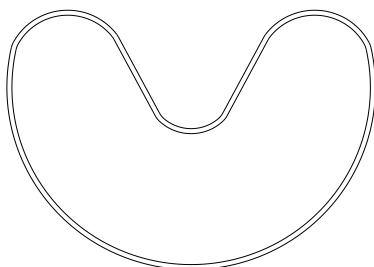

Bild 16: Montage von Dichtung und Abstreifer
- Setzen Sie neue Dichtungen (Bauteil 1.3 und 1.5) und Abstreifer (Bauteil 1.2 und 1.4) in das Gehäuse (Bauteil 1.1) ein. Hierzu können die Bauteile (Dichtung und Abstreifer) herzförmig geformt werden (siehe Bild 16).